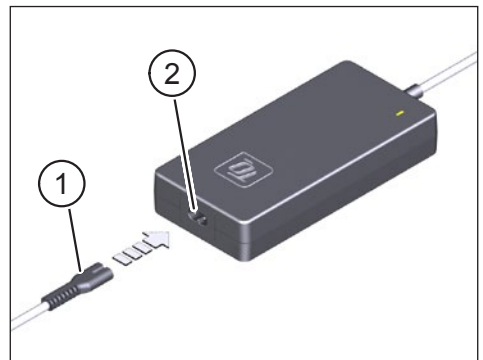

Abb. 1: Charger an die Stromversorgung anschließen
- ▶ Stecken Sie den Kleingerätestecker (Pos. 1 in Abb. 1) des länderspezifischen Netzkabels in die Buchse (Pos. 2 in Abb. 1) am Charger ein.